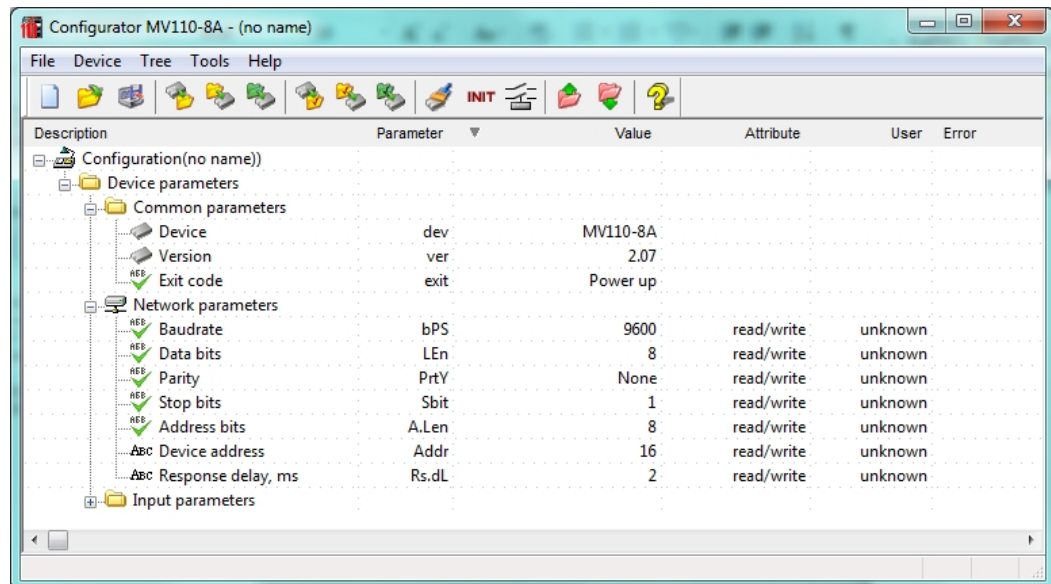

Fig. 7.2 Ventana principal del "M110 Configurator"
- La ventana principal del configurador se abrirá. Los parámetros de comunicación almacenados en el módulo podrán ser leídos. (ver Fig. 7.2)